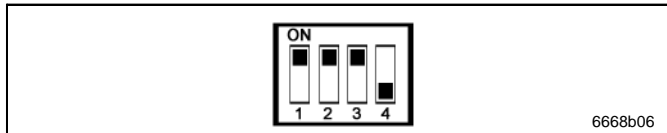

Fig. 37 Interruptor DIP: - modo de ajuste -
- Ajuste los interruptores DIP (véase fig. 2, página 6) según mostrado en fig. 37: